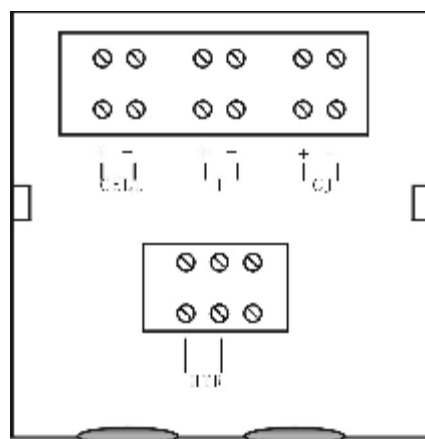

图 6 检测器接线盒布置图
- a. 冷状态初检：转换器进行外观及绝缘检查，检测器检查：(1) 端子 1、2 间电阻应大于 2MΩ。(2) 端子 3、4 间电阻应小于 10Ω。(3) 端子 7、8 间电阻应在 80Ω 左右。(4) 除氧电势 CELL 负极外，其余各端子对地绝缘电阻应大于 40MΩ。
- b. 热状态检查：按接线图正确连接，如图 6、7、8 示。打开电源开关，等仪表转入正常测量后，测量热电偶信号以确定工作温度是否控制在 750℃±2℃或 700±2℃，测量检测器端子 1、2 间电阻（注：正反极方向各测一次取均值）应小于 100Ω。